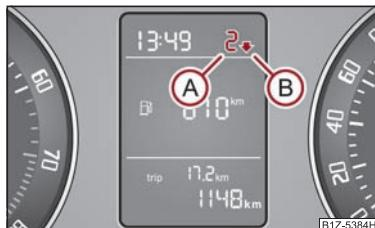

Fig. 6 Recomendação de comutação para a troca de velocidades
Em alguns veículos é mostrado no display do instrumento combinado a velocidade actualmente metida (A) ⇒ fig. 6.